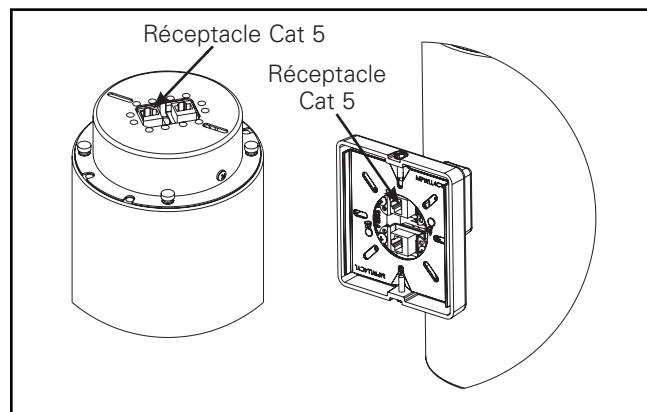

Figure 8.
- Repérez les prises Cat 5. Pour Dans le cas des cylindres fixés au plafond, les prises seront situées dans le haut à la partie supérieure du cylindre et, pour dans celui des cylindres muraux, les prises seront situées dans le bras de montage mural (Figure 8).